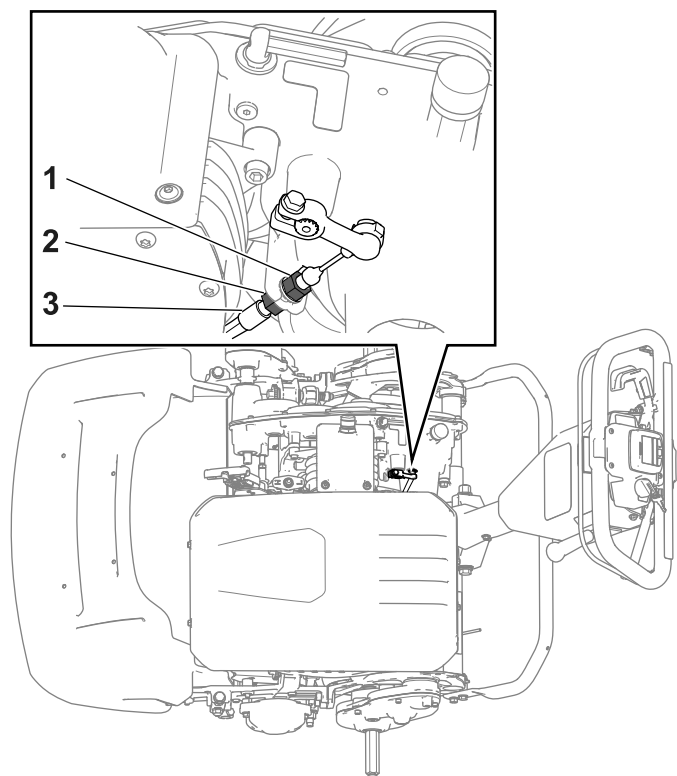

Figura 32
- Para aumentar la tensión del cable, afloje la tuerca autoblocante del cable delantero y apriete la tuerca autoblocante trasera (Figura 32). Repita el paso 2 y ajuste la tensión si es necesario.
apriete la tuerca autoblocante del cable delantero (Figura 32). Repita el paso 2 y ajuste la tensión si es necesario.